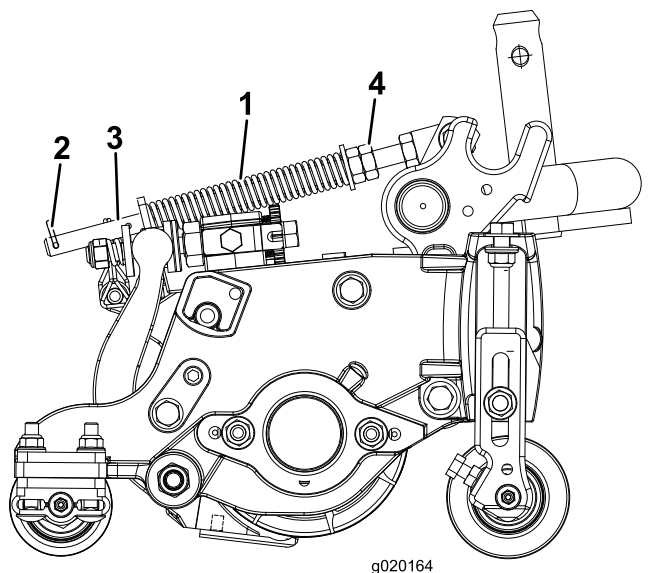

Bild 14
Die Rasenkompensierungsfeder (Bild 14) verlagert das Gewicht von der Front- zur Heckrolle. Dies reduziert ein Bobbing genanntes Wellenmuster auf der Rasenfläche.
6. Stellen Sie sicher, dass der Splint in das hintere Loch in der Federstange eingesetzt ist (Bild 14).
7. Ziehen Sie die Sechskantmutter vorne an der Federstange an, bis die zusammengedrückte Länge der Feder (Bild 14) an 12,7-cm-Schneideeinheiten 12,7 cm oder an 17,8-cm-Schneideeinheiten 15,8 cm beträgt.